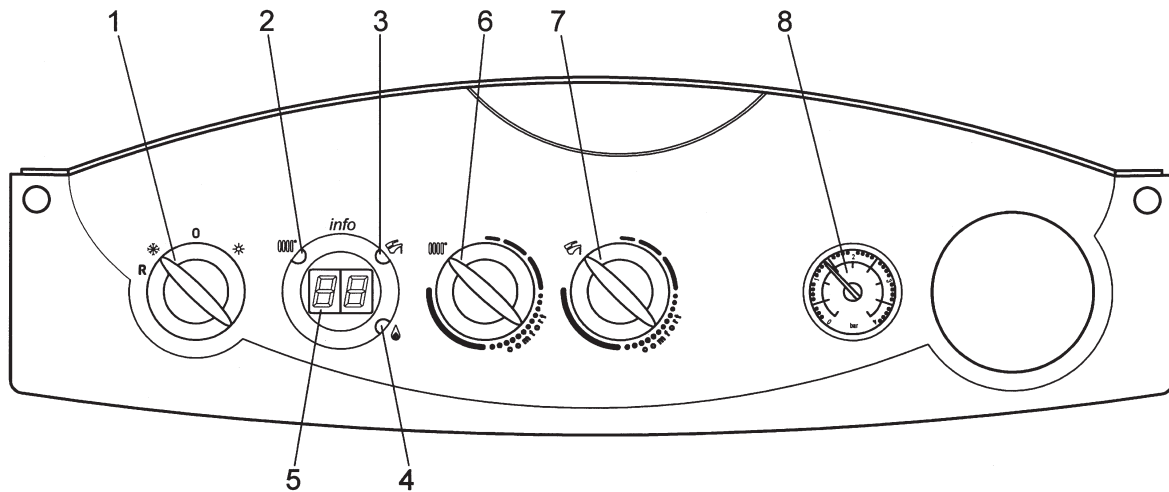
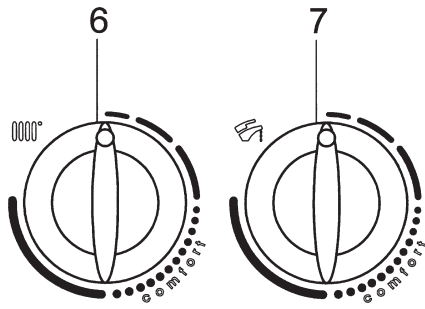
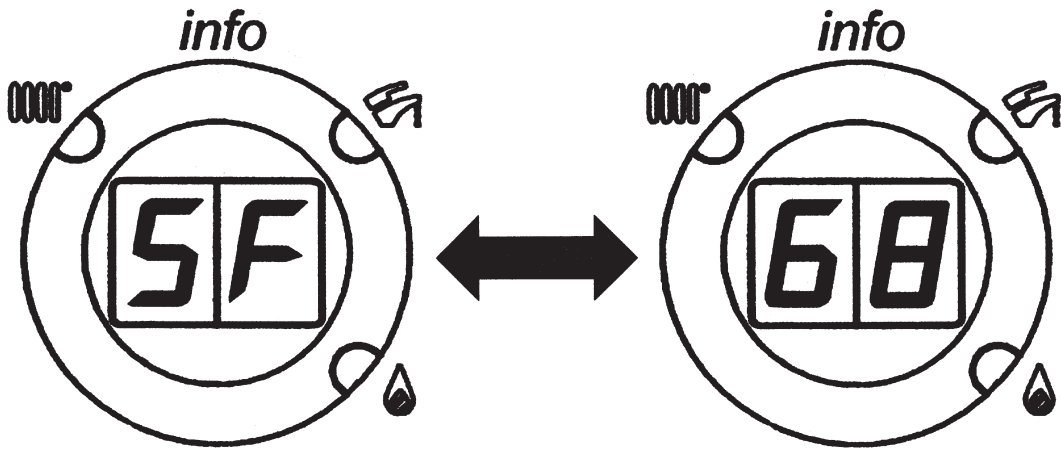

Fig. 27
Fig. 29A
Fig. 30.1
Use the central heating temperature control knob (6 - figure 27) on the boiler's control panel to set central heating output temperature to the various zones.
Programmer la température de refoulement prévue pour chaque zone en utilisant le bouton de réglage de la température du circuit de chauffage qui se trouve sur le panneau de commande de la chaudière (6 - figure 27).
5.4 INITIAL LIGHTING - Refer to Fig. 27
5.4 PREMIER ALLUMAGE - Référez-vous à la Fig. 27
- 1) Turn the control knobs 6 and 7 (figure 27) fully anti-clockwise to their minimum positions as shown in figure 29A.
Note: LEDs 2 and 3 (figure 27) flash alternately and the display alternates the message “SF” and the boiler output temperature about every five seconds (figure 30.1).
- 4) Calibration mode remains active for 20 minutes. To exit “calibration mode” before this time simply turn control knob 7 (figure 27).
- 1) tourner les boutons 6 et 7 (figure 27) dans le sens inverse des aiguilles d'une montre en les mettant sur la valeur minimum, comme le montre la figure 29A;
Remarque : les Led 2 et 3 (figure 27) clignotent une après l'autre et l'afficheur visualise le message “SF” qui s'alterne, par intervalles de 5 secondes, à la valeur de température de départ de la chaudière (figure 30.1).
- 4) Cette fonction reste disponible pendant 20 minutes. Il est possible de l'interrompre à l'avance en tournant le bouton 7 (figure 27).